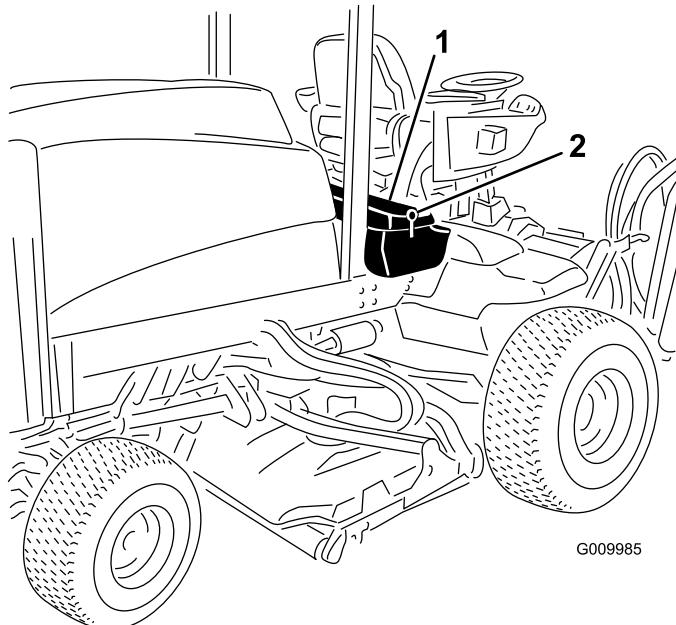
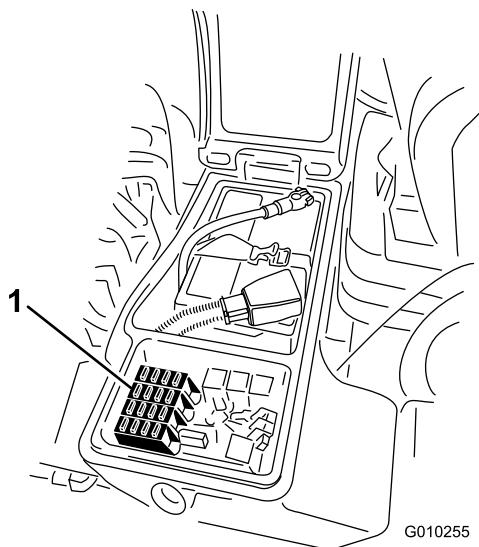

Bild 61
Bild 62
1. Lösen Sie den Riegel für die Abdeckung des rechten Ablagekastens und heben Sie die Abdeckung hoch (Bild 61).
1. Lösen Sie den Riegel für die Abdeckung des rechten Ablagekastens und heben Sie die Abdeckung (Bild 61) hoch, um an den Sicherungsblock zu gelangen (Bild 62).
2. Wechseln Sie ggf. die offenen Sicherungen aus (Bild 62).
3. Schließen Sie die Abdeckung des rechten Ablagekastens und befestigen Sie die Abdeckung mit dem Riegel (Bild 61).